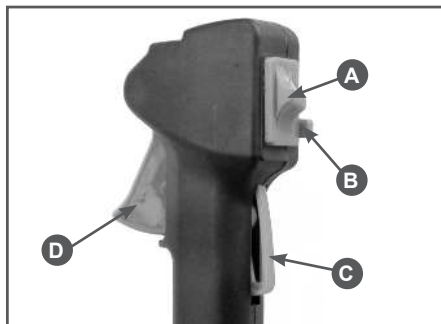

Рис.9 Расположение органов управления на рукоятке
5. Выключатель зажигания (А) установите в нижнее положение Рис.9. Удерживая стопорный рычаг рычага газа (С) Рис.9 нажмите на рычаг газа (D). Для облегчения запуска зафиксируйте рычаг газа стопором (В) Рис.9.